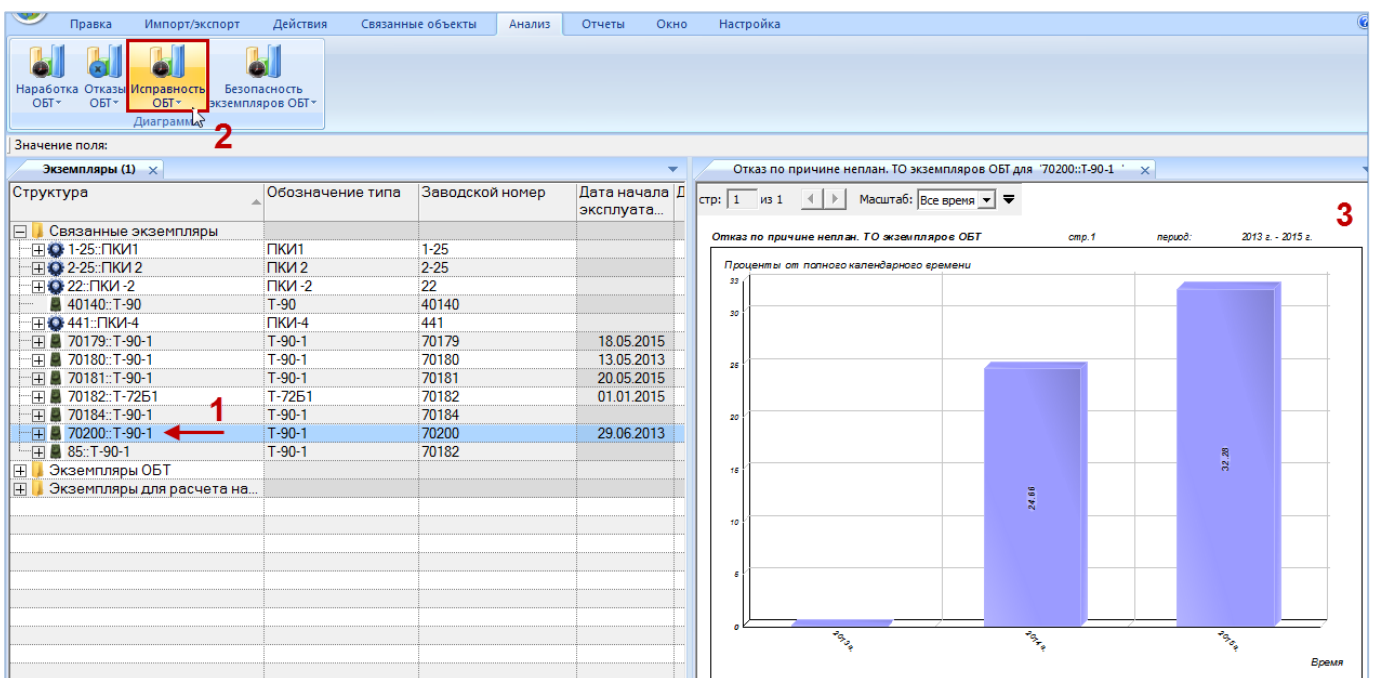

Рис. 28-40 – Построение диаграммы по исправности
4) В отдельном рабочем окне отображается диаграмма по исправности (3 на рис. 28-40). Краткое описание инструментов панели «Файл» для диаграмм приведено в пункте 5.4.7 «Панель «Диаграммы»», стр. 64.